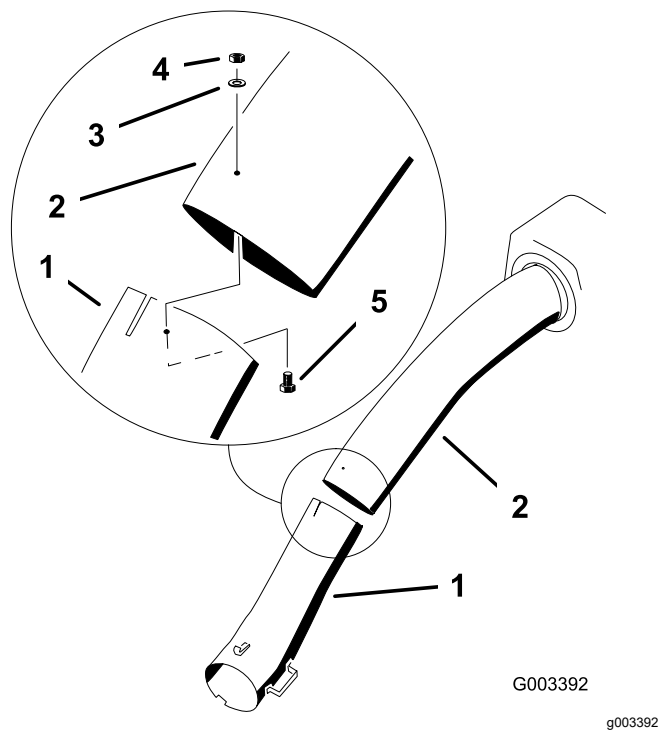

Figure 27
11. Una los tubos superior e inferior con 3 pernos (N.º 10 x ¾"), 3 arandelas planas (7/32"), y 3 contratuercas (N.º 10), como se muestra en la Figure 27.